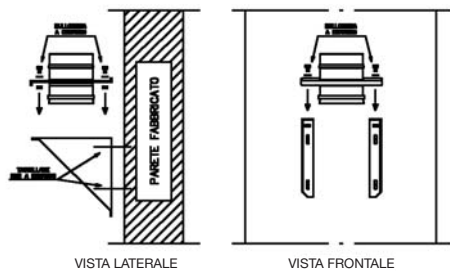
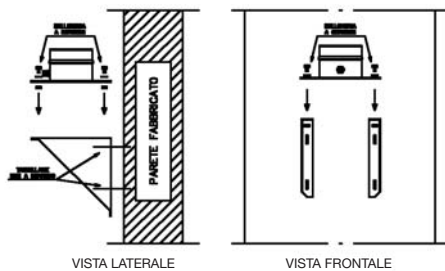

FIG. 3A Installazione coppia angolari con piastra intermedia
FIG. 3B Installazione coppia angolari con piastra di partenza
- Fissare i due elementi della coppia supporti EXCSDP al muro, creando tra essi un piano di appoggio orizzontale; fissare successivamente la piastra serrando i dadi ai rispettivi bulloni, come illustrato in Fig. 3A e Fig. 3B.